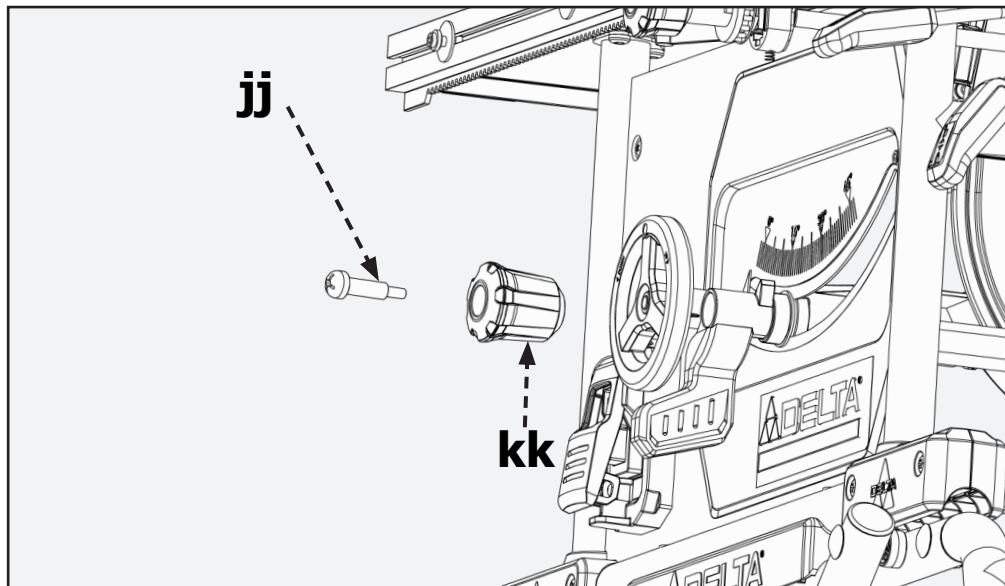
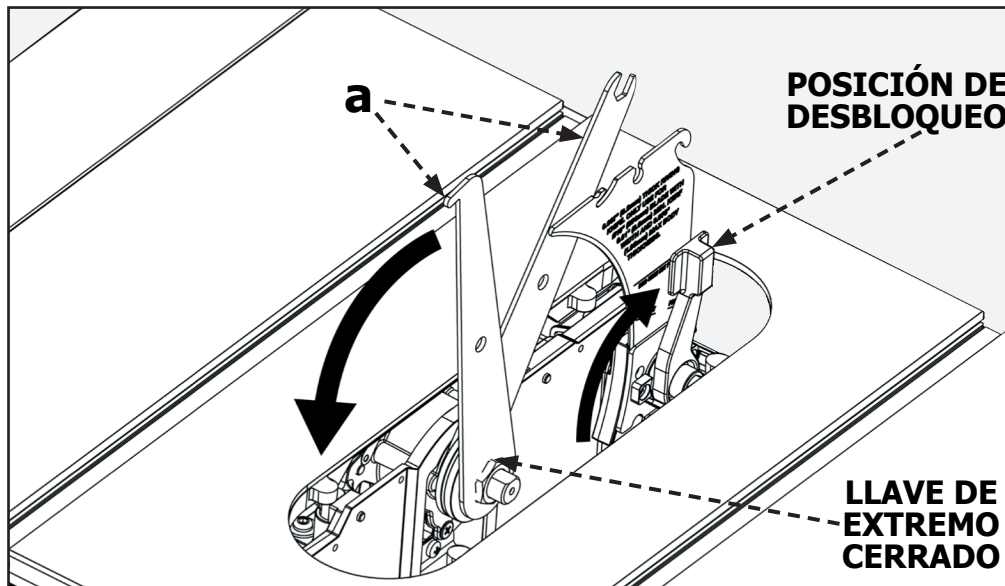

FIGURA 11
FIGURA 12
1. Inserte el tornillo del hombro de la manija de la rueda (jj) en la perilla de rueda de ajuste de altura (kk) como se muestra en la Figura 11.
Después de instalar la perilla de ajuste de altura como se indica en la Figura 11, levante el conjunto del motor/mandril en la posición más superior para proporcionar fácil acceso a la palanca de bloqueo del separador y el conjunto del mandril. Asegúrese de que la palanca de bloqueo del separador esté en la posición de desbloqueo. Consulte la Figura 12. Desacople las llaves incorporadas ubicadas sobre el lado derecho de la sierra aflojando y eliminando la tuerca de mariposa M8.
Abra la llave de extremo abierto (a) en el hombro del husillo entre la brida del mandril y la brida interior. Coloque la llave del extremo cerrado (a) sobre la tuerca del mandril. Sosteniendo el eje del mandril en su lugar, afloje y retire la tuerca del mandril y la brida del mandril. Consulte la Figura 12. **NOTA:** Utilice solo cuchillas de 10 "(254 mm) de diámetro con orificios de eje de 5/8" (16 mm), con una capacidad nominal de 5,000 rpm o más, 0.10 "(2.6 mm) mín. ancho de la ranura y grosor máximo del cuerpo de 0.073 "(1.85 mm). Utilice solo cuchillas de 10 pulg. Diseñadas para cortar leña. Use solo un diámetro de hoja de sierra de acuerdo con las marcas en la sierra.